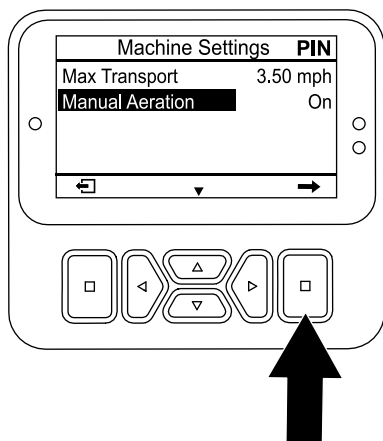

**Figura 113**
5. Premete il pulsante Giù fino a quando non viene selezionata l'opzione ARIEGGIATURA MANUALE, quindi premete il pulsante Invio (Figura 113) per impostare l'arieggiatura manuale su ATTIVA.